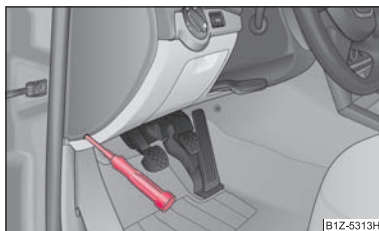

Fig. 185 Capacul suportului de siguranțe: **Tabloul de bord, lateral**
- Îndepărtați capacul de siguranță de pe lateralul tabloului de bord cu ajutorul unei șurubelnițe ⇒ **fig. 185**, resp. capacul cutiei cu siguranțe din compartimentul motorului ⇒ **pagina 225**.